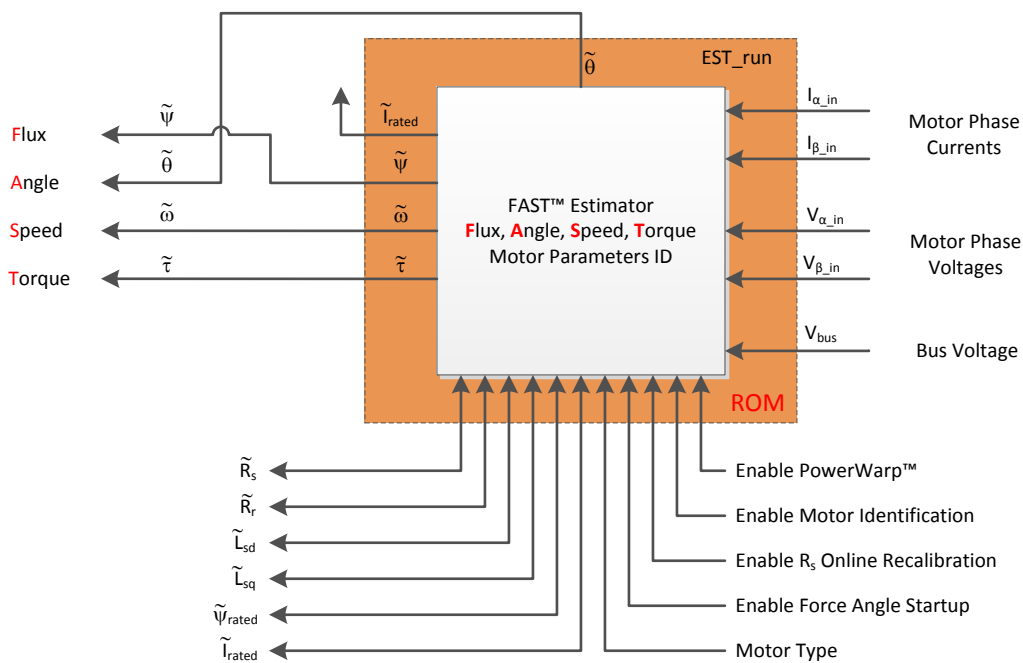

图 1-1. FAST™ - 估算磁通、角度、转速、扭矩 - 自动电机识别
TMS320F2806xF ( 69F、68F 和 62F — 80 或 100 引脚封装 )、TMS320F2802xF ( 26F 和 27F — 48 引脚封装 ) 和 TMS320F2805xF ( 54F 和 52F — 80 引脚封装 ) 是德州仪器 (TI) 首批包含级联速度和扭矩环路所需的 FAST (图 1-1) 评估器和其他电机控制功能的器件，可实现有效的三相磁场定向电机控制 (FOC)。